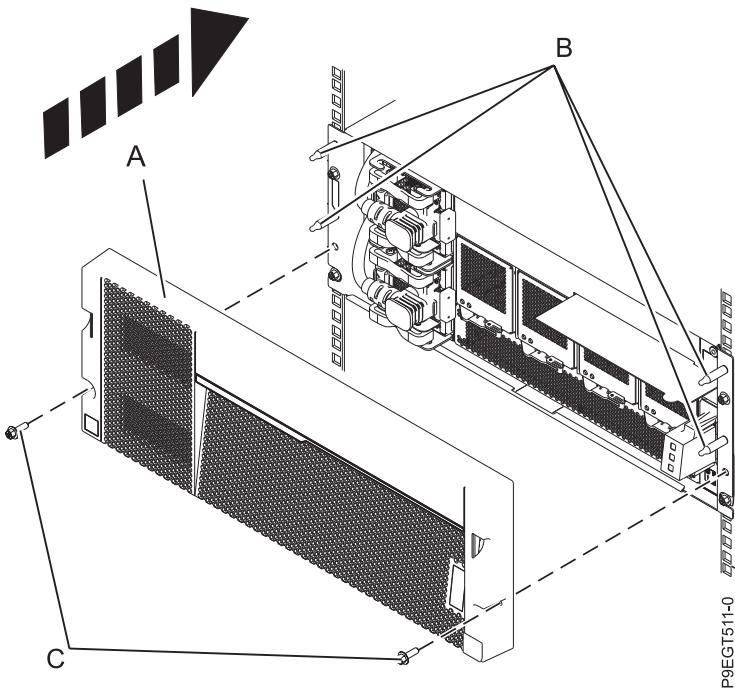

図 9. 前面カバーの再取り付け
4. 位置合わせピン (B) の上に前面カバーを押しつけて、前面カバー (A) を再取り付けします。カバーを取り外したときにカバーにねじ (C) が付いていた場合は、そのねじを使ってカバーを固定します。図 9を参照してください。